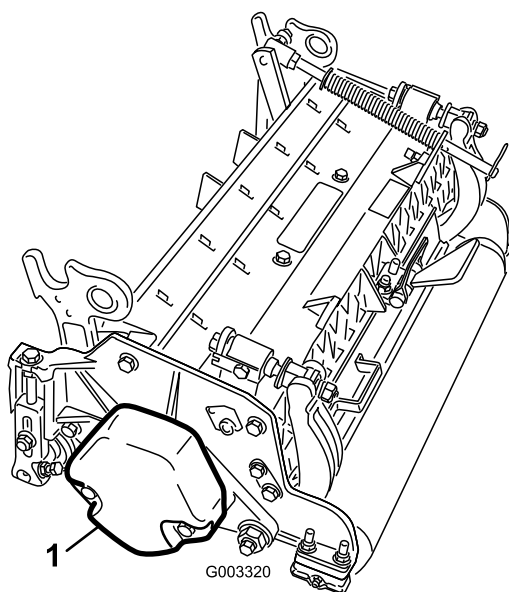

図 6
- 2番と 4番のカuttingユニットでは、カウンタ・ウェイトをカuttingユニットの左側に固定しているキャップスクリュー（2本）を取る。カウンタ・ウェイトを取り外す（図 6）。